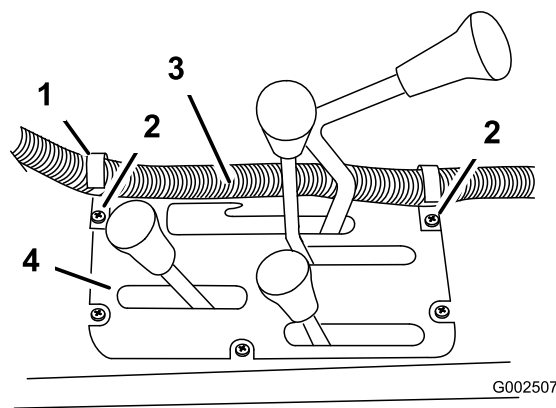

**Figura 25**
4. Applicare l'adesivo Spray Pro sul monitor (Figura 25).